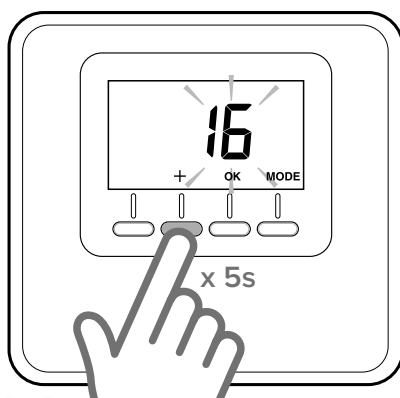

Fig. 5
- Appuyer sur la touche « + » sur le capteur d'ambiance (Fig. 5) pendant 5 secondes. L'écran indique, en alternance, la version du logiciel et l'indice de modification.